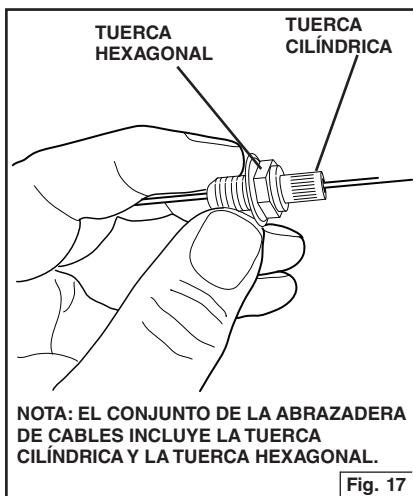

Fig. 17
2. Pase los cables de seguridad a través del centro de la cubierta para cielo raso y a lo largo de los brazos de apoyo, e inserte en los apoyos para cable como se muestra en la Fig. 17. Repita para cada unidad eléctrica.
- C. Empuje el conjunto de la abrazadera totalmente hacia la parte superior de la campana mientras empuja hacia abajo la tuerca cilíndrica. Fig. 17.